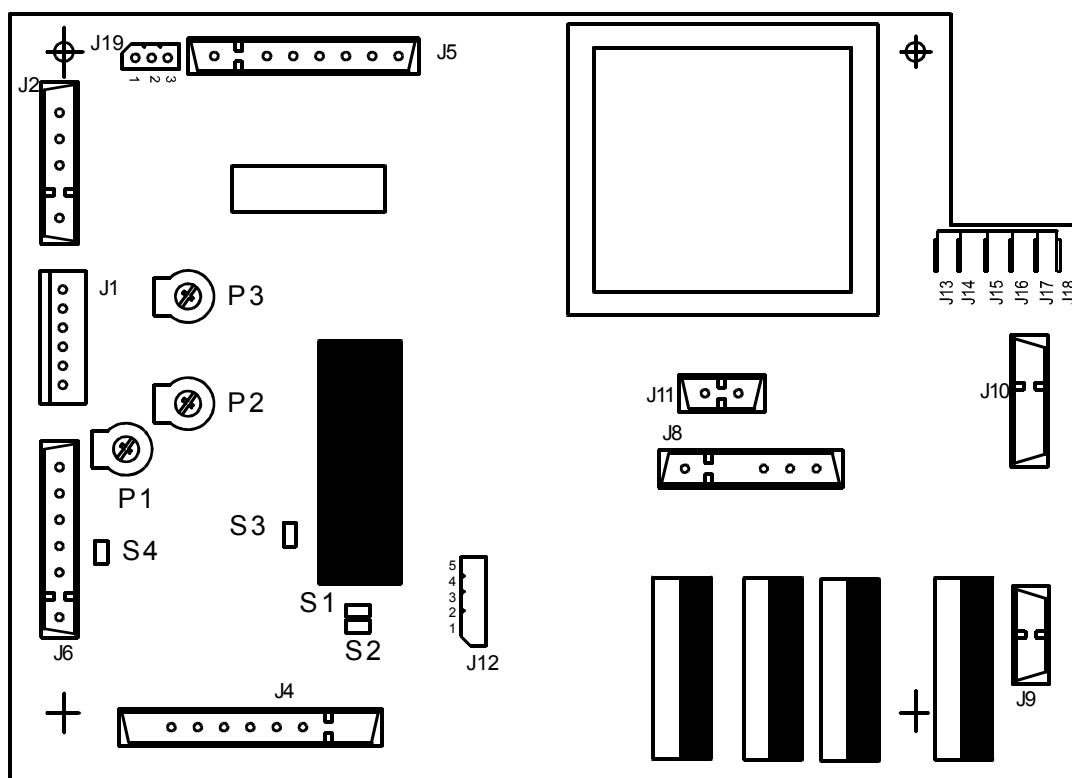

Figura 3
- Girar el potenciómetro P1 hasta el máximo, ver figura 3.